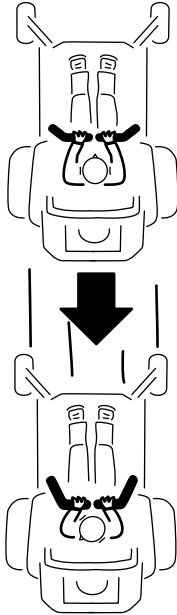

**Figuur 25**
2. Om vooruit te rijden, duwt u de rijhendels langzaam naar voren (**Figuur 25**).